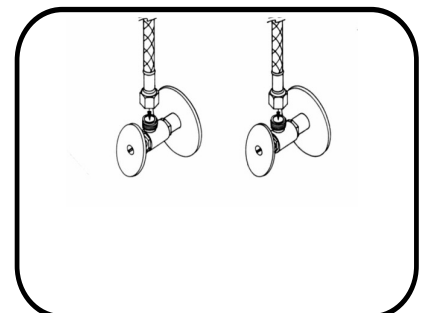

FIG 5
5. Finally, connect supply lines to shut-off valves as shown in FIG 5 and in full compliance with local code requirements. Turn on water supply and, with aerator removed from spout, run the faucet hot and cold for one minute to clear lines. Check for leaks and re-tighten connections if needed. Replace aerator before using.
5. Enfin, connectez les tuyaux d'alimentation aux robinets comme illustré en FIG 5 et en respectant les réglementations locales en vigueur. Ouvrez l'alimentation en eau, et, le brise-jet étant retiré de la tête du robinet, faites couler l'eau chaude et l'eau froide durant une minute pour nettoyer les canalisations. Vérifiez qu'il n'y a pas de fuite et resserrez les connexions si nécessaire. Remettez en place le brise-jet avant utilisation.